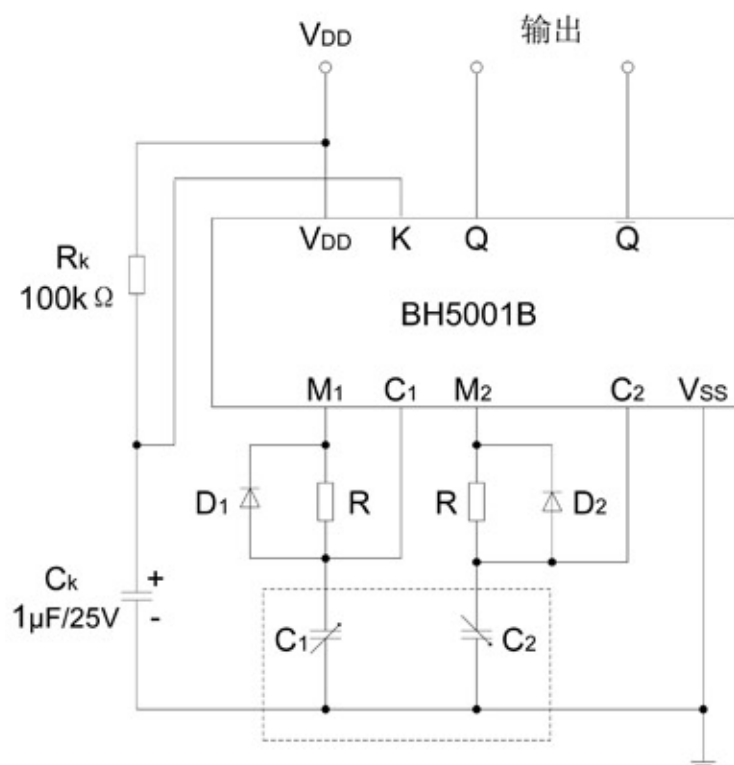

图 3 BH5001B 电路接线图
BH5001 分 A, B 两种，图 3 是 BH5001B 的电路接线图。
如果电容式传感器仅是一个单可变电容,例如,在外部物理量的作用下,它的电容值仅为 20PF~22PF。我们可设该电容为图 3 中的  $C_1=20PF + \Delta C_x$  ( $\Delta C_x=0\sim 2PF$ ),相应的选取一个与温度系数尽量相当的固定电容器作为图 3 中的  $C_2=20PF$ ,由式④可得到输出为:
同样,如果单可变电容传感器实际电容值的变化为 20PF~18PF,我们可设该电容为图 3 中的  $C_2=20PF - \Delta C_x$  ( $\Delta C_x=0\sim 2PF$ ),相应的取图 3 中的  $C_1$  为固定电容器,  $C_1=20PF$ ,由式④仍可得到电路输出平均电压之差为式⑥。
电容传感器接入 BH5001 后(如图 3),从 BH5001 的  $Q$  端(或  $\bar{Q}$  端)即输出一列调宽方波,其宽度本身就包含  $C_1$ (或  $C_2$ )变化的信息。显然,利用这种调宽方波作为门控,加上相应计数器电路,则  $C_1$ (或  $C_2$ )的变化即可方便地转换为计数的变化。